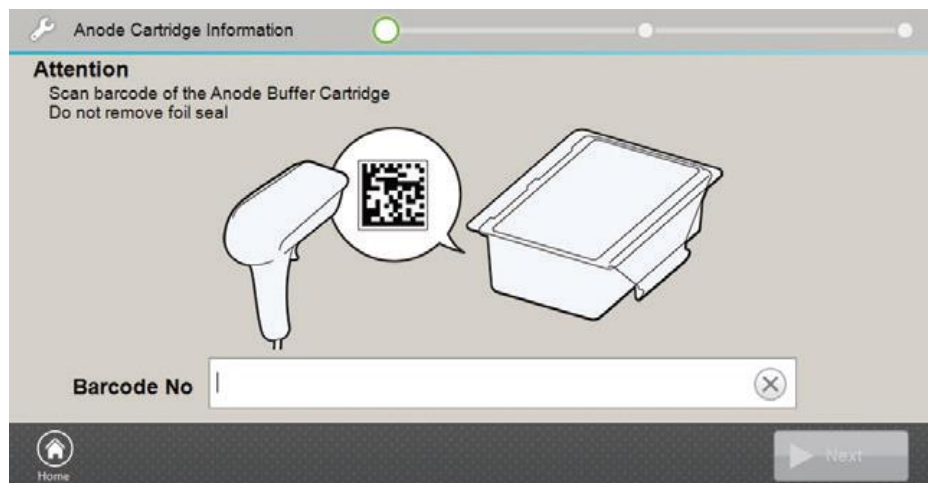

図 16 アノードバッファカートリッジのバーコード読み込み画面
3. フッターにある **Install** のボタンを押して交換手順のウィザードを開始してください。アノードバッファークートリッジのバーコードを読み込む画面が開きます。（図 16）